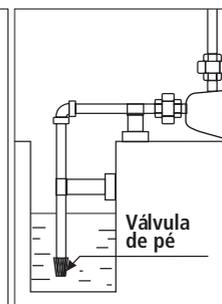

Fig. 04
4. Utilize a válvula de pé para reduzir o risco de sucção de objetos, como gravetos ou pequenas pedras [Fig. 04].